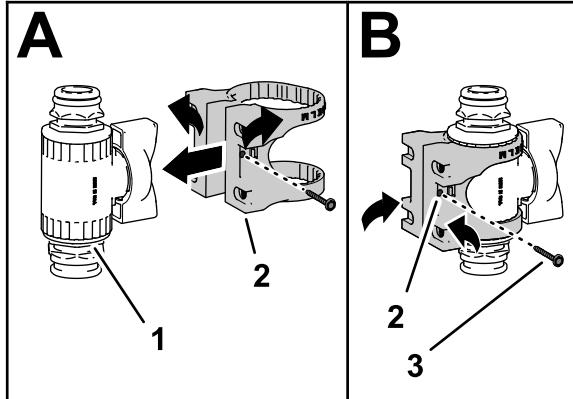

Figura 19
3. Monte el soporte de la válvula en la válvula de control, como se muestra en la Figura 19, A.
4. Sujete el soporte de la válvula a la válvula de control con el tornillo con arandela prensada (N.º 6), y apriete el tornillo a mano (Figura 19, B.).